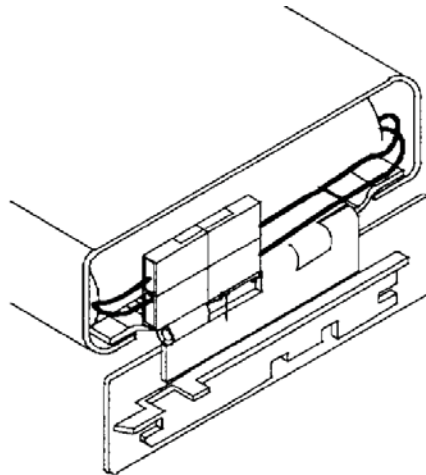

Abbildung 3-4, Verbindung zwischen Akku und Stromquelle
6. Sobald der Akku vollständig eingesetzt ist, schließen Sie den RF-Stromquellenanschluss an den Akkuanschluss an. Siehe Abbildung 3-4, Akku-Stromquellen-Verbindung.